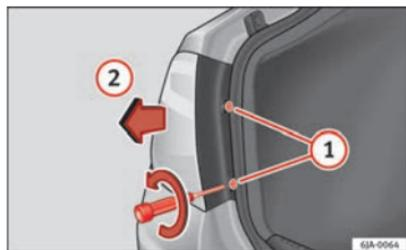

Fig. 162 Desmontar la unidad de luz trasera en la aleta
- Con el destornillador de dotación o una llave Torx 20 (T20) desatornille (girando en sentido antihorario) y retire los dos tornillos de fijación de la zona frontal del piloto ⇒ fig. 162 ①, teniendo precaución de no extraviarlos.
- Tire de la unidad de luz trasera hacia atrás (⇒ fig. 162 ②) hasta extraer el piloto de su alojamiento.